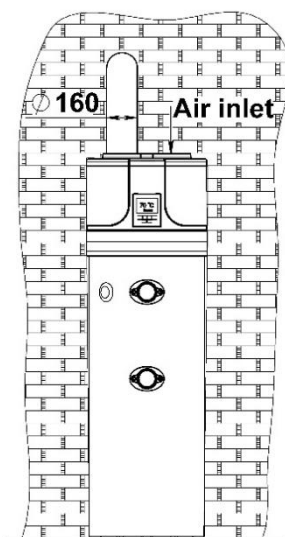

Fig. 5b – Exemple de conductă de aer dublă
- Aer de intrare și aer de evacuare din/în afara încăperii (Fig. 5b).